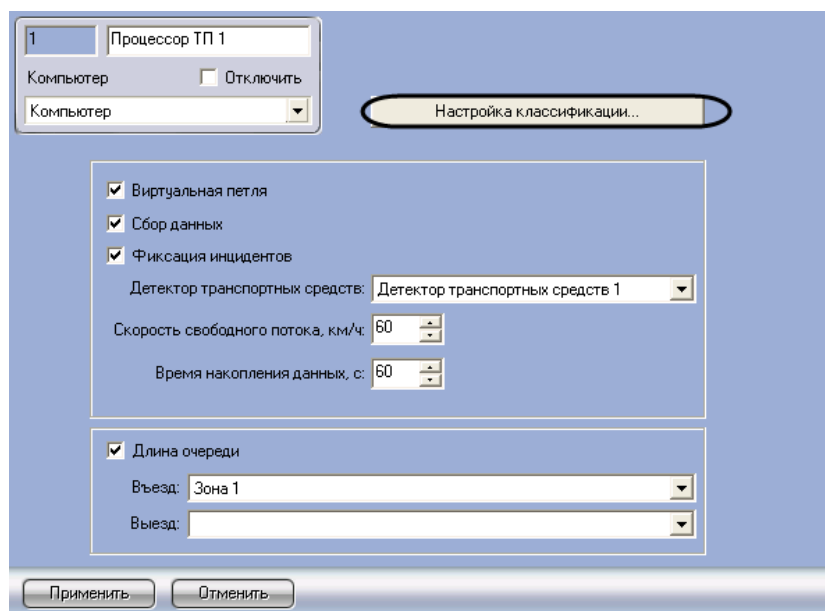

Рис. 7.6-12. Доступ к настройкам классификации транспортных средств
1. Перейти на панель настройки объекта «Процессор ТП» (Рис. 7.6-12).
2. Нажать кнопку «Настройка классификации...» (см. Рис. 7.6-12).